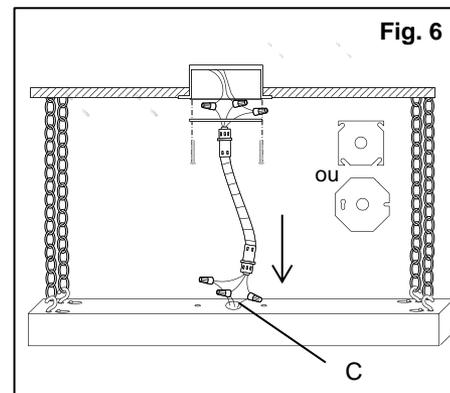

Fig. 6
1. Connectez les fils du luminaire aux fils situés à une extrémité du **fouet** à l'aide de **capuchones de connexion**. Rentrez les connexions à l'intérieur de l'appareil. (Fig. 6)
2. Attachez le **raccord** situé au bout du fouet au **trou défonçable (C)**. (Fig. 6)
3. Fixez le **covercle de la boîte de sortie** sur le **raccord** situé à l'extrémité opposée du **fouet**. (Fig. 6)
4. Connectez les fils d'alimentation aux fils restants du **fouet**. Rentrez les connexions dans la boîte de sortie. (Fig. 6)
5. Montez le **covercle du boîtier de sortie** sur le boîtier à l'aide des **vis de montage**. (Fig. 6)